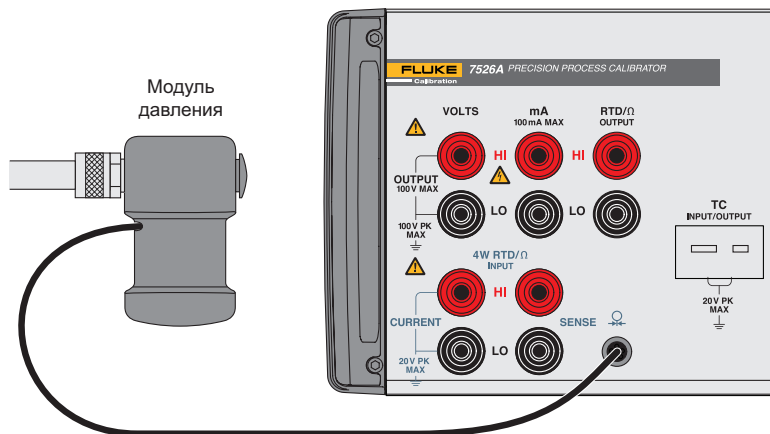

Рис. 3 Подсоединение модуля давления
1. Подключить модуль давления Fluke 700, как показано на рис. 3.